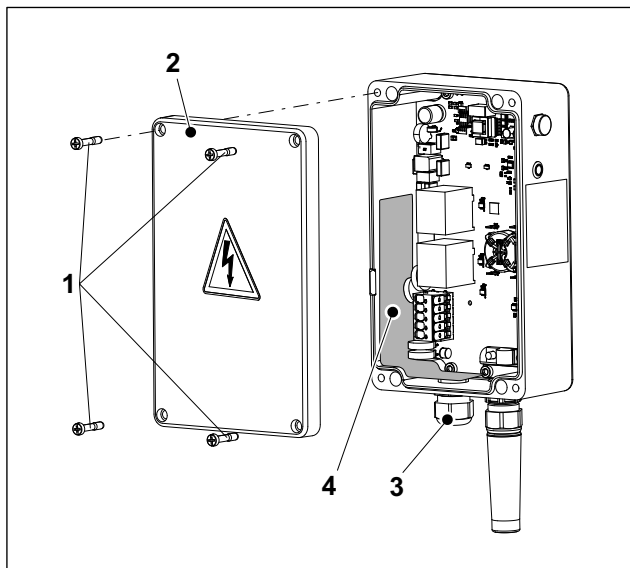

Abb. 4 Wallbox basicEVO, geöffnetes Elektronikgehäuse
1. Die vier Schrauben (Abb. 4/1) lösen und den Deckel des Elektronikgehäuses (Abb. 4/2) abnehmen.
2. Die Kabelverschraubung ESKV25 (Beipackzubehör) mit dem dazugehörigen Dichtring EADR25 (Beipackzubehör) in das Elektronikgehäuse einschrauben (Abb. 4/3) und festziehen (ca. 8 Nm).
5. Die Hinweise auf dem Aufkleber (Abb. 4/4) beachten und danach den Aufkleber an der Kabelführung durchstoßen.
9. Den Deckel des Elektronikgehäuses (Abb. 4/2) aufsetzen und die vier Schrauben festziehen (2,5 Nm).